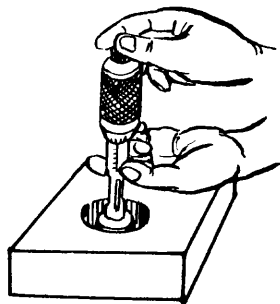

Fig. 4
- b Controle con micrómetro o con calibrador fijo (figs. 4 y 5).